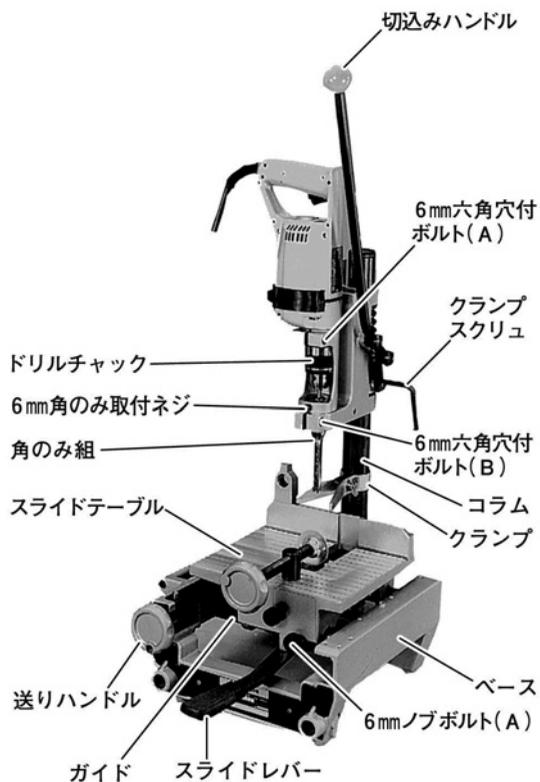
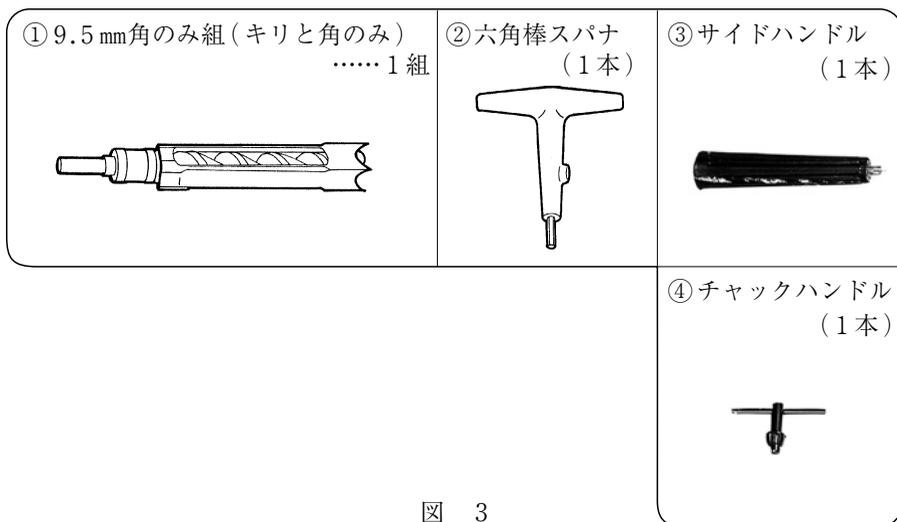

図 1
図 3
取付けは次ページ「角のみ、キリの取付け・取りはずし」の項をご参照ください。角のみとキリが取付けてあるときは、角のみとキリの取付ネジ、ドリルチャック(図1参照)がゆるんでいないかどうか点検してください。ゆるんでいるときは角のみ取付ネジとキリ取付ネジを付属(図3参照)の六角棒スパナ、ドリルチャック(図1参照)を付属(図3参照)のチャックハンドルで確実に締付けてください。
- (2) 付属(図3参照)の六角棒スパナを使用して6mm角のみ取付ネジをゆるめ、角のみをつば部上端が角のみホルダ下面に突き当たるまでさし込みます。
その位置からキリを下側に約 1 mm ずらした状態にし、付属 (図 3 参照) のチャックハンドルでドリルチャックに確実に取付けます。(図 10)